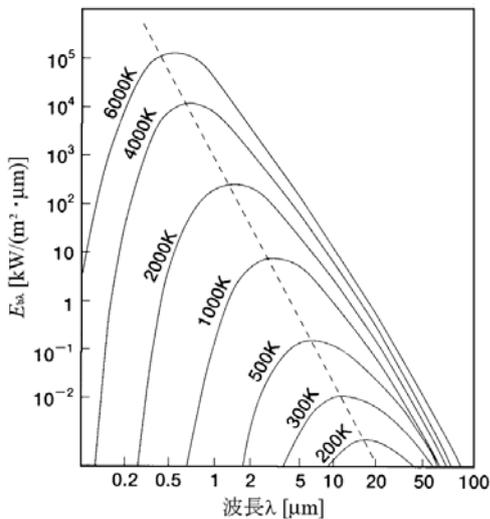

図 1 黒体の単色射出能 (両対数目盛)
黒体の単色射出能を示す図 1 のように、温度が低くなるほど赤外線エネルギーのピーク波長が長波長側にシフトする。赤外線エネルギーが最大となる波長 λ_{max} と絶対温度 T の関係 (図中の点線) は、以下の式 (1) で表すウィーンの変位則で与えられる。